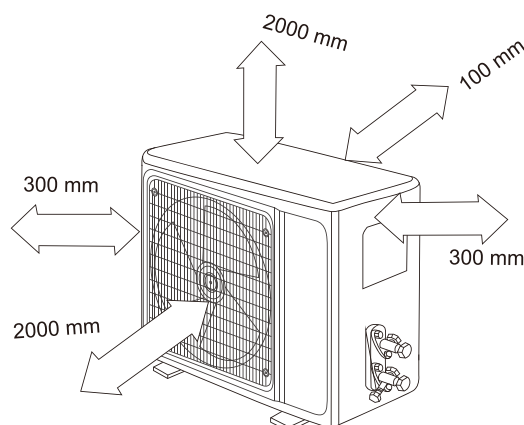

Fig. 4.1
- ✓ O local deve seguir todas as especificações demonstradas na Fig. 4.1.